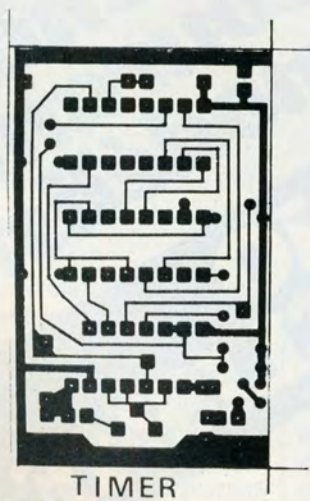

Fig. 4. - CI du Timer.
1. Le CI. Figure 4, dessiné aussi petit que faire se peut, il n'est réalisable que par photo. (Livré étamé et percé par Selectronic, à Lille).